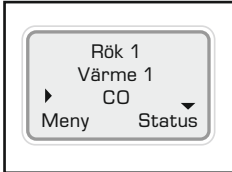

Fig. 47
- Programmera in ett stimulus för en samtidig provning genom att flytta markören till önskad provning med UPP och NER på knappsatsen. Tryck sedan på ENTER och välj provningen (fig. 46). Den visas på skärmen med en sifferbeteckning intill sig. Efter att ha valt en stimulus (som får beteckningen 1) väljer du en andra stimulus på samma sätt. Tryck sedan på ENTER en andra gång. Dess sifferbeteckning ändras också till 1. Lägg till en tredje stimulus på samma sätt om det behövs, och glöm inte att trycka på ENTER en gång till tills 1 visas intill denna stimulus. När det är klart ska alla de stimuli som ska användas ha beteckningen 1 intill sig. Provningstyplysdioden visar olika färger beroende på vilka stimuli som valts (ytterligare information om färgerna finns i avsnitt 5.13 i denna handbok). Fig. 47 visar rutinen för en samtidig provning (i detta exempel för Rök och Värme samtidigt).
- För att det ska gå att växla mellan de olika provningarna i en sekventiell provning måste Testifire sänkas ner en aning i två sekunder, men inte mer än 10 sekunder (för att återupprätta IR-strålen) så att den kan gå vidare till nästa provning (se fig. 47[3]). Exempel: För provning av Rök följt av Värme och därefter CO lyfter man upp Testifire över detektorn. Detektorn bryter då IR-strålen och rökprovningen inleds. Provningen genomförs problemfritt (eller misslyckas om Testifire gör en timeout). Sänk ner huvudenheten i två sekunder så att detektorn går fri om den genomskinliga skålen och bälgen och lyft sedan upp den igen för att starta värmeprovningen. Upprepa rutinen för CO-provningen.